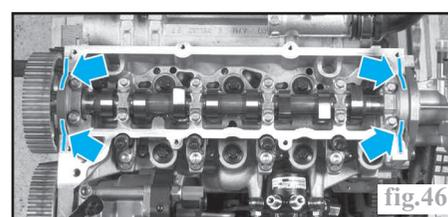

fig.46
- cames n°1 et 6 recevant le couvercle-culasse (fig 46),